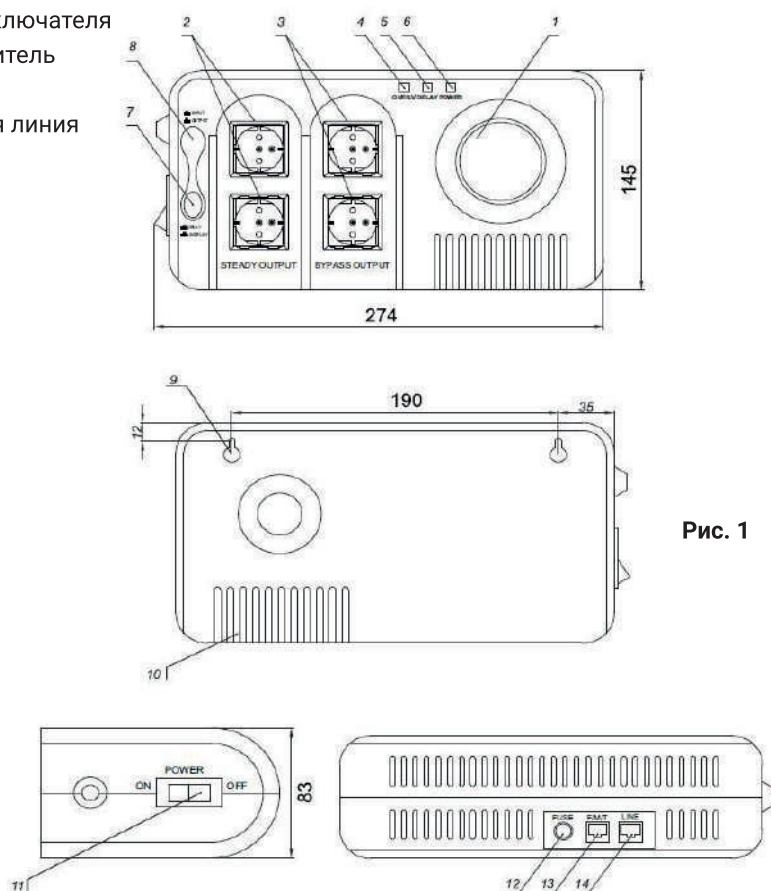

Рис. 1
Для включения изделия необходимо подключить его к питающей сети 220В и установить кнопку выключателя (11, рис.1) в положение «вкл». При этом должен загореться световой индикатор питания (6, рис.1). Далее идет процесс тестирования сети - в течение нескольких секунд. Прибор готов к работе.
Расположенный на передней панели вольтметр в зависимости от положения кнопки 3 рис. 1 отображает значение входного или выходного напряжения.
4. Установить Выключатель «СЕТЬ» в положение «Вкл.» на 6 секунд. Индикатор выходного напряжения должен показывать 220В (1,рис.1).
5. Установите Выключатель в положение «Выкл» (11,рис.1).
9. При нажатой кнопке «Задержка» (7,рис. 1) отображается обратный отсчет времени задержки от 255 до 0 сек.